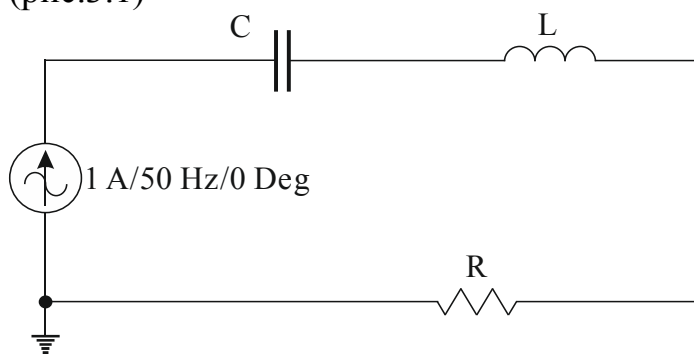

Рис.3.1.
1.1. На рабочем поле собрать схему последовательного соединения с источником тока частотой 50 Гц (рис.3.1)